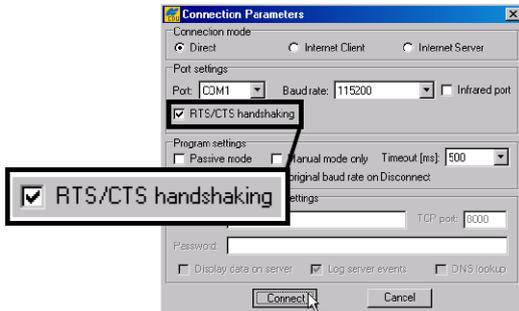

Figura 5-13. Parámetros de conexión. RTS/CTS Handshaking
2. Nella finestra di dialogo *Connection Parameters*, abilitare *RTS/CTS handshaking* (Figura 5-13 a pag. 5-9).